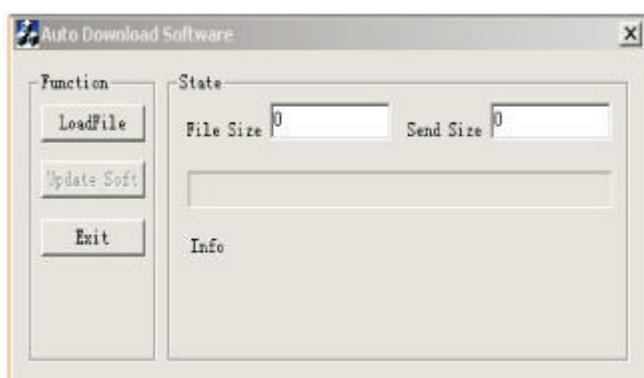
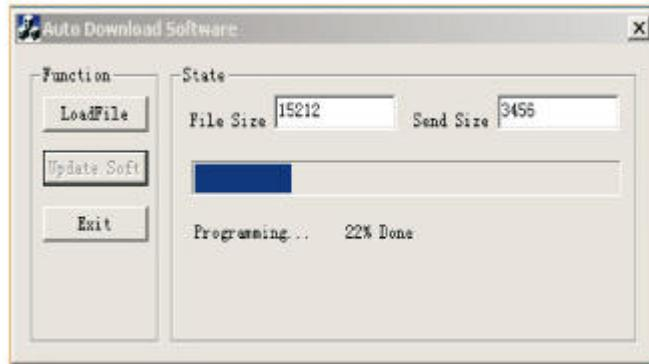

Figure 4
Figure 5
3. Exécuter sur l'ordinateur la fenêtre "Auto Download Software" et appuyer sur la touche "LoadFile" comme le montre la figure 4. Ensuite cliquer sur "Update Soft" pour télécharger le software (figure 5).